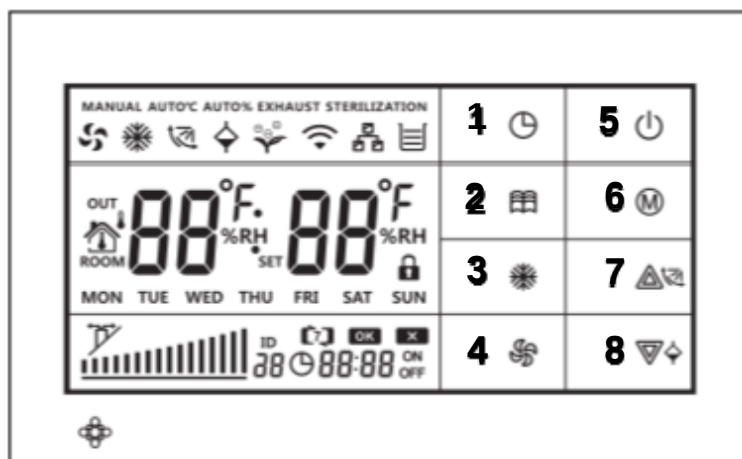

Figura 4 — Quadro di controllo del raffrescatore evaporativo
Sul quadro di controllo, mostrato in Figura 4, sono posizionati i comandi descritti nella tabella al presente paragrafo, in cui sono riportati:
- numero progressivo di corrispondenza con quanto indicato in Figura 4;